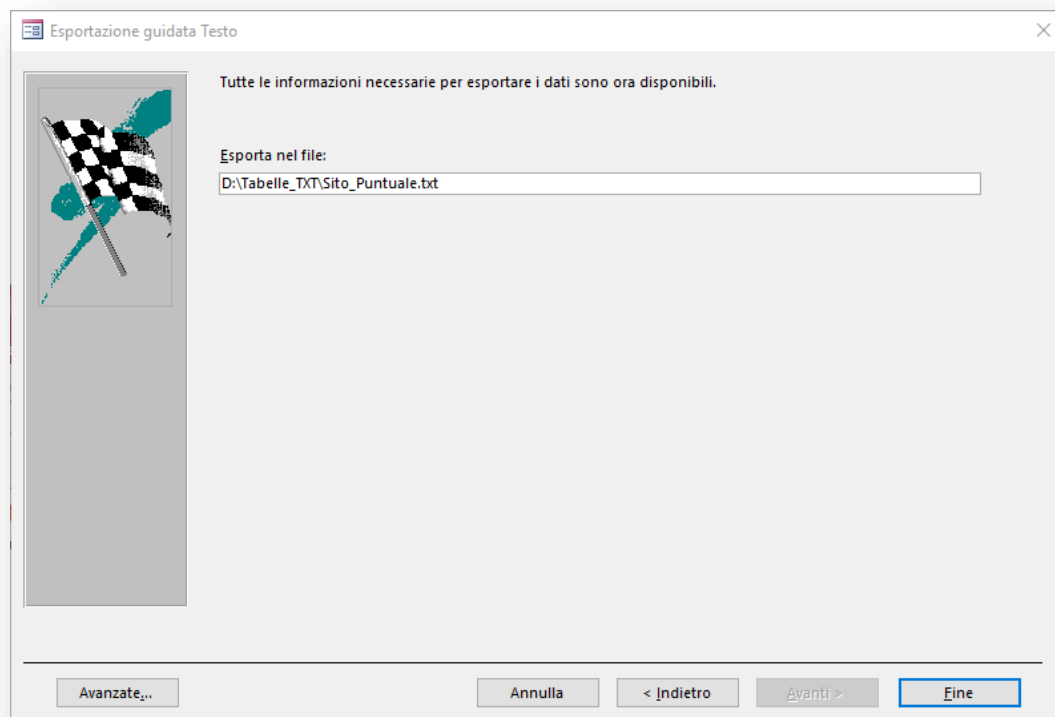

Figura 13 – Schermata finale di esportazione del Testo
- e. nel terzo step, verrà visualizzata nuovamente la directory di output. Premere il pulsante “**Fine**” (Figura 13);